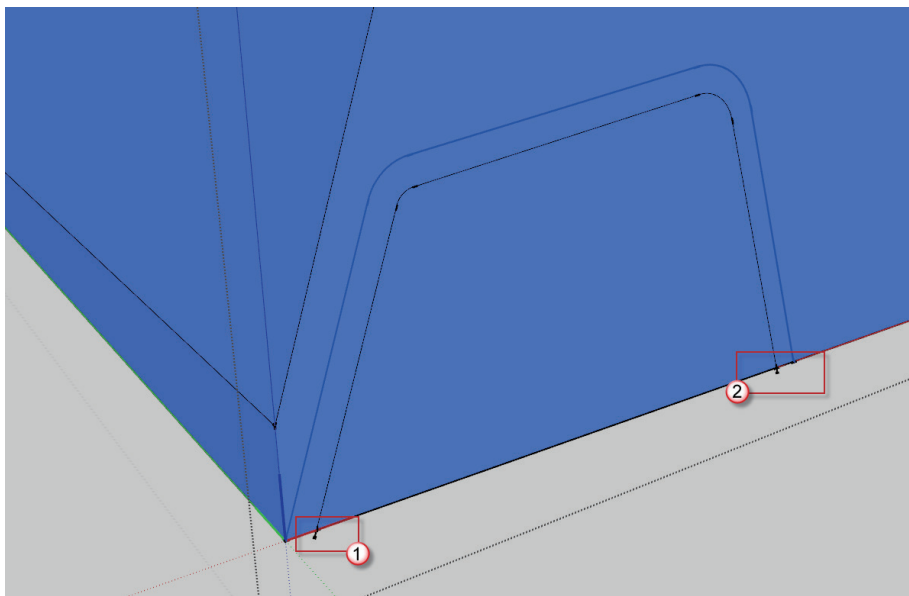

图 2.15 擦除多余的线段 2
(5) 擦除多余的线段 2。按 E 快捷键发出“擦除”命令，擦除①、②处多余的线段，如图 2.15 所示。